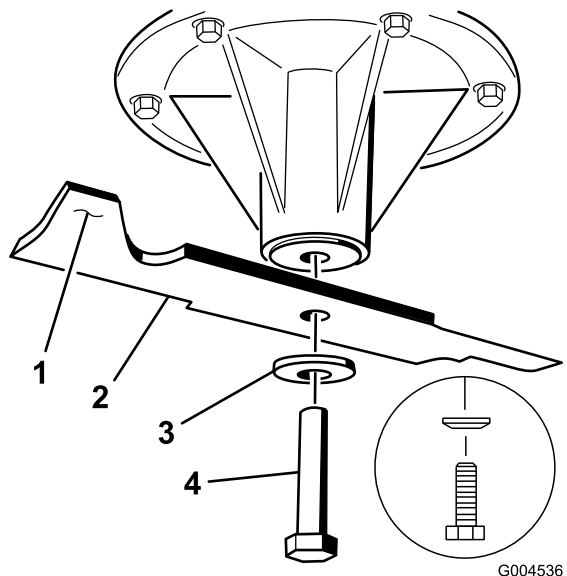

図 71
- スピンドルシャフトにブレードを取り付ける図 71。
- 湾曲ワッシャとブレードボルトを取り付ける図 71。
注 湾曲ワッシャは、円錐先端側をボルトの頭に向けて取り付ける図 71。